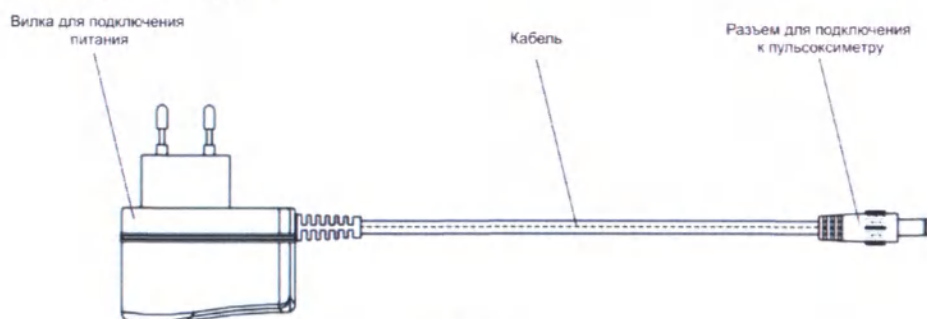

Рис.8
2.2.1.6. Сетевой адаптер GSM06E12-P1J (рис.8) выполнен в виде сетевой вилки с кабелем. Служит для зарядки пульсоксиметра Окситест-1